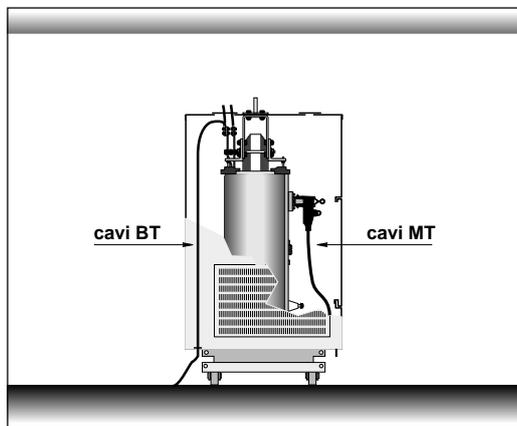

Figura 9a- collegamento MT a mezzo di terminali sconnettibili.
■ collegamenti MT e BT dal basso (figura 9a)